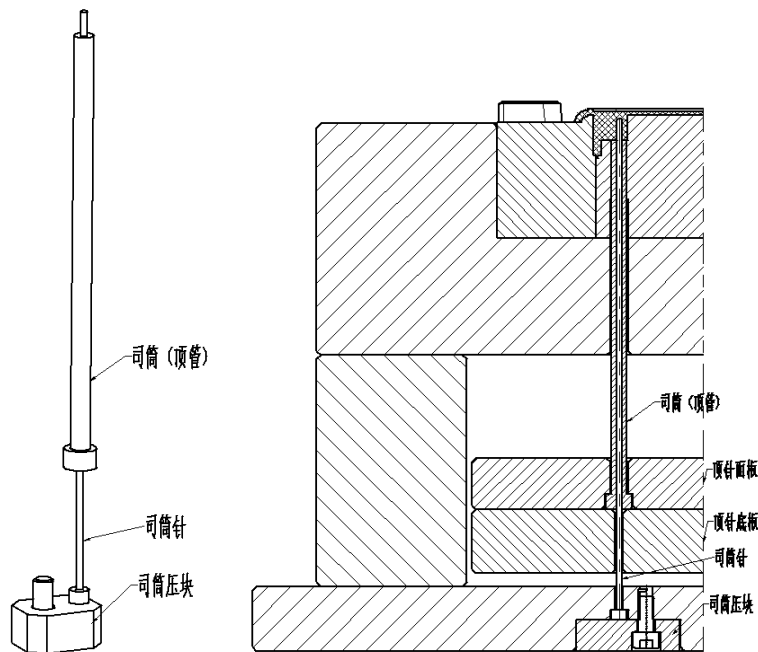

图 7-5 司筒的结构组成
- 1) 能用_____的情况下尽量不用司筒。司筒的结构组成包含司筒、司筒针、司筒针固定零件 3 个部分（如图 7-5 所示）。司筒也称顶管，起到成型与_____作用；司筒针起成型作用，布置司筒针时，不要与 K.0 孔（顶棍孔）产生干涉。如果干涉，看 K.0 孔能否取消（大模上可以用多个 KO 孔），不能取消就要将司筒改成_____。如果一定要用司筒时，就只能_____产品排位。